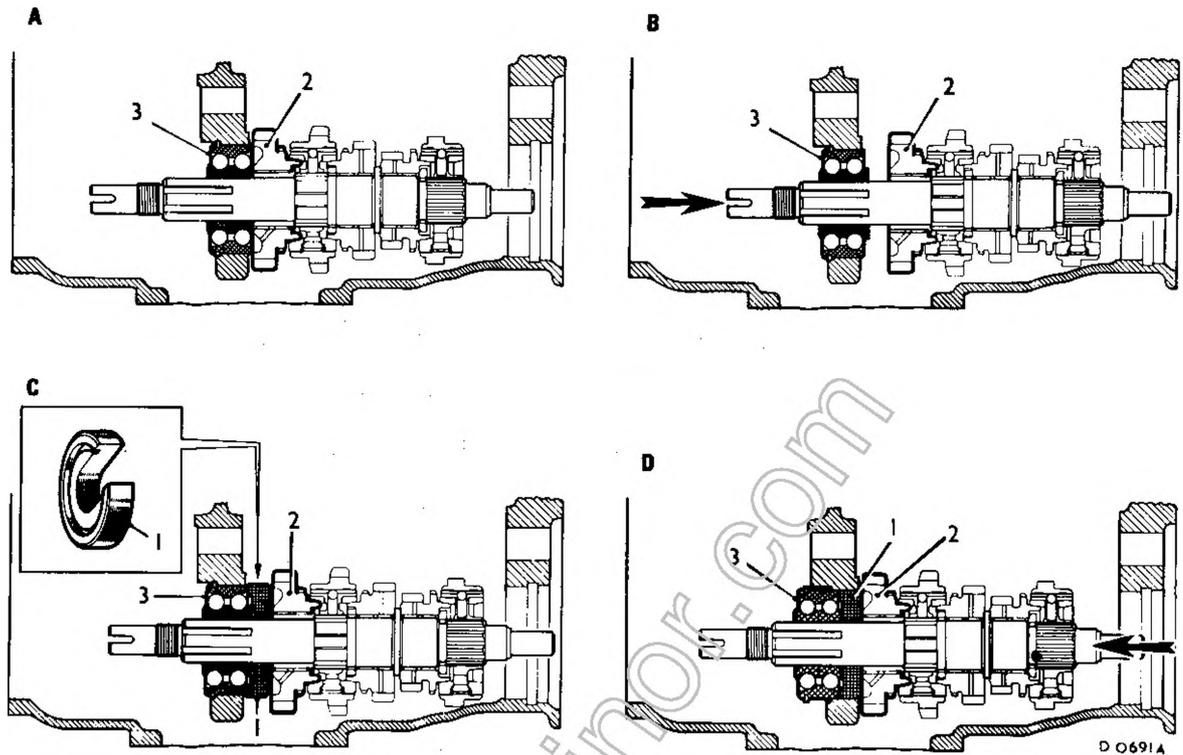

Fig. F.2
- (15) Rimuovere la piastrina di sicurezza dell'albero secondario e dell'albero della retromarcia; estrarre l'albero secondario dalla scatola, spingendolo dal lato della frizione; rimuovere l'ingranaggio multivelo e le rosette reggispinta.
- (16) Svitare i tappi dall'esterno della scatola e rimuovere i nottolini d'arresto e le molle delle aste delle forchette d'innesto marce.
- (17) Togliere l'anello elastico del cuscinetto dell'albero di presa diretta e rimuovere il cuscinetto e l'albero dalla scatola mediante gli attrezzi 18G 284 e 18G 284B.
- (18) Far riferimento alla Fig. F.2. Spingere l'albero primario all'indietro, nel senso indicato dalla freccia della illustrazione B, sino a creare, tra lo ingranaggio della 1^a velocità (2) ed il cuscinetto (3) uno spazio sufficiente all'applicazione dell'attrezzo speciale (1 - illustrazione C). Nel caso di cambi a tre rapporti, usare